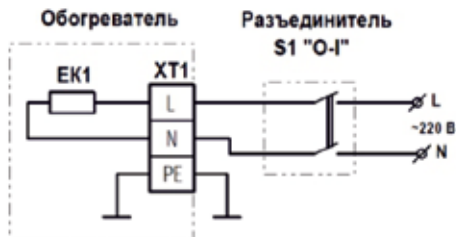

Рисунок 4
3. Схемы подключения обогревателей приведены на рис. 4, 5 и 6 на странице 15 настоящего руководства.